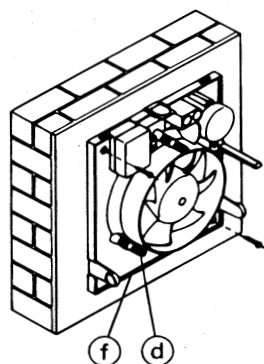

fig. 18
- Fig.18 / Рис.18 В зависимости от размещения кабеля питания, сделайте отверстие в кабельном вводе (i) или (q), в соответствии с размером кабеля. Проложите кабель через кабельный ввод (i) и через зажим (j). Подключите кабель питания к клеммной коробке (k) согласно соответствующей схеме подключения (fig.B / рис.В).